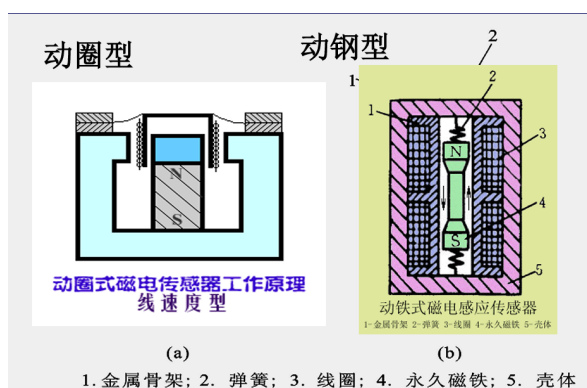

图 1: 恒磁通式磁电传感器结构图
3. 恒磁通式: 通常用做机械振动测量, 这时又可以分为动圈型和动铁型两种 (见图 1)。